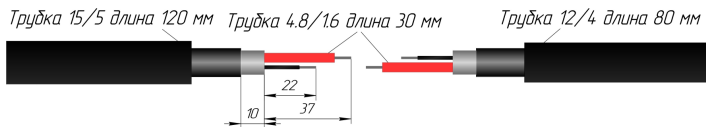

Рисунок 4
2.8. На нагревательный кабель №1 и нагревательный кабель №2 надеть термоусадочную трубку п.1 15/5 длиной 120 мм и термоусадочную трубку п.2 12/4 длиной 80 мм соответственно. На токопроводящие жилы нагревательных кабелей надеть термоусадочные трубки п.3 4.8/1.6 длиной 30 мм.. (см. Рис. 4).